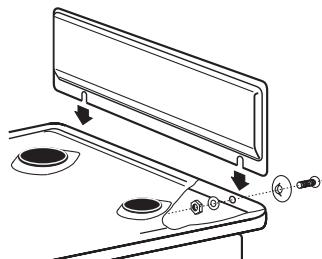

Рис.7
- В плитах, укомплектованных щитком, щиток закрепляется перед установкой плиты (рис. 7).